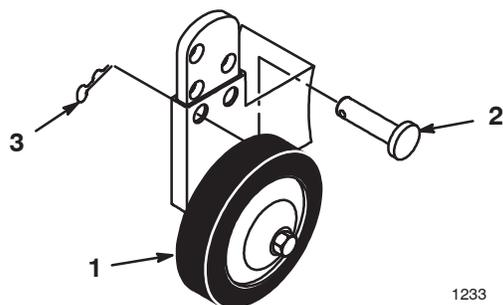

Figure 7
A. Enlevez la goupille fendue et l'axe pour changer de trou (Fig. 7).
B. Choisissez le trou requis afin que la roue de jauge soit à 10 mm du sol pour la hauteur de coupe utilisée (Fig. 7).